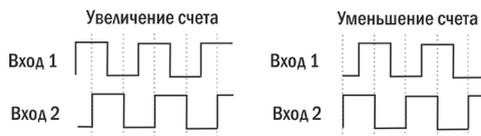

Рис. 2 Реверсивный счет по двум датчикам
- **Двухнаправленный реверсивный счет** ($\mathcal{U}\text{-}\mathcal{I}$, см. табл. 1): при условии, что на оба входа поступают импульсы, сдвинутые во времени друг относительно друга и имеющие зону перекрытия, прибор автоматически определяет направление счета (см. рис. 2). Например, два датчика расположены таким образом, что движущийся предмет или человек сначала попадает в зону первого датчика, а потом и второго, после чего выходит из зоны первого датчика и позже из зоны второго. Таким способом можно подсчитать, сколько и в каком направлении переместилось людей или предметов, или сколько витков на катушке было смотано или намотано.